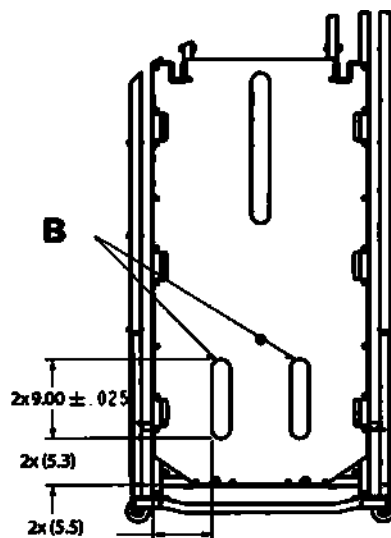

Рисунок 2 – Присоедините Velcro к ножному концу
9. Повторите действия 1–8, чтобы заменить Velcro (B) со стороны ножного конца (Рисунок 2).